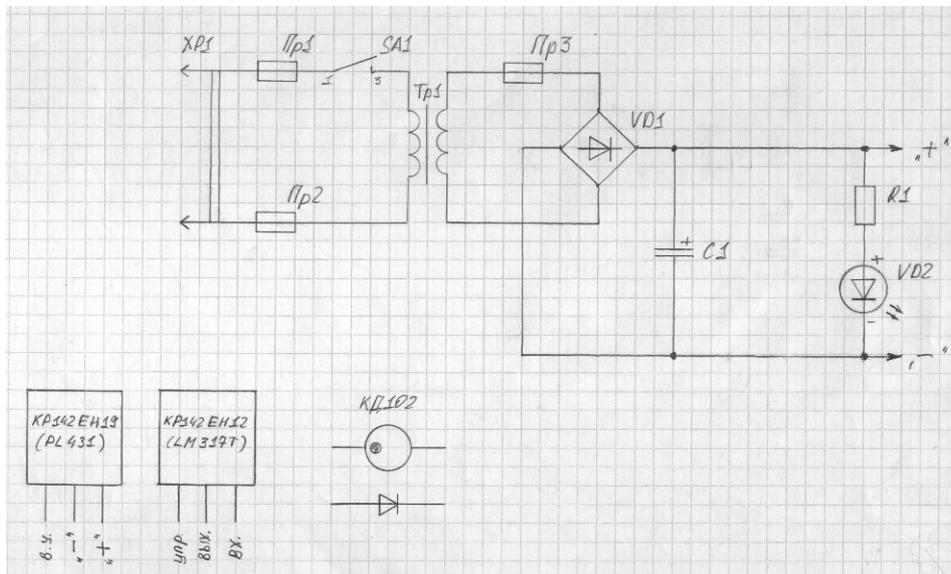
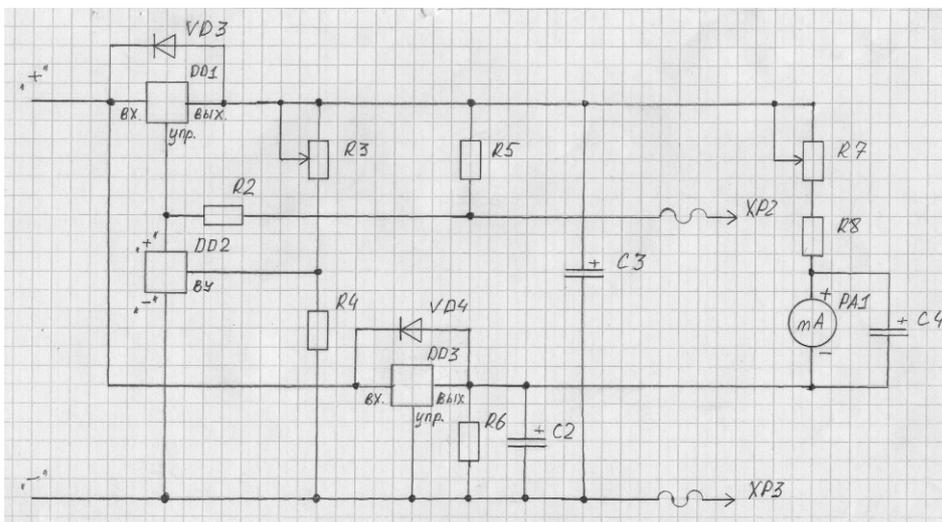

Рисунок 1. Омметр 0-5 Ом. Схема электрическая принципиальная, часть 1.
Рисунок 2. Омметр 0-5 Ом. Схема электрическая принципиальная, часть 2.
1.3 Схема электрическая принципиальная устройства приведена на двух рисунках – Рисунок 1 и Рисунок 2. Список элементов устройства – Приложение. Список элементов устройства.